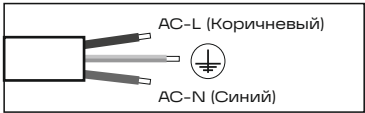

Рис. 1
- Выполните электрическое подключение осветительного прибора согласно рис. 1. Для обеспечения герметичности соединения необходимо использовать герметичный коннектор или распределительную коробку со степенью защиты не ниже IP65 (не входит в комплект поставки).